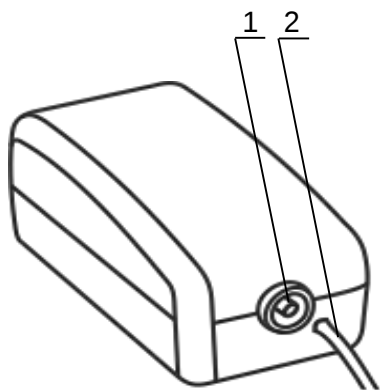

Рисунок 16
2.14.4 Подготовить к работе микрокомпрессор, присоединив к его выходному штуцеру 1 (рисунок 16), соответствующий конец воздухопровода 2 (см. также рисунок 1). Подключить микрокомпрессор к питающей сети и убедиться в его работоспособности. Микрокомпрессор должен создавать такой воздушный поток, который был бы хорошо ощутим рукой, расположенной на расстоянии 4–5 см от выхода воздухопровода.